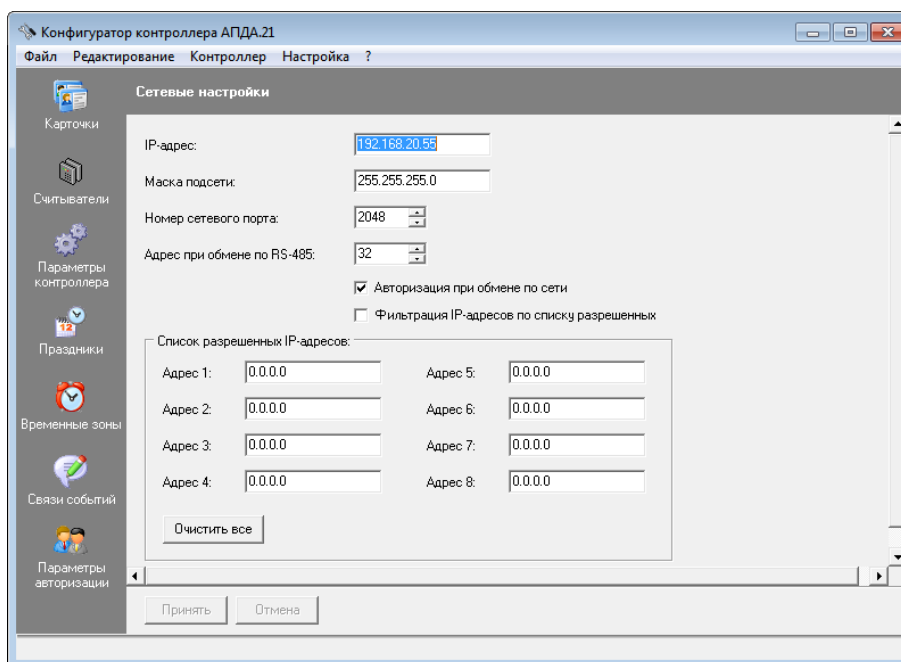

Рисунок 35 – Окно "Сетевые настройки"
- 10) Выберите пункт меню "Редактирование/Сетевые настройки". В рабочем окне программы отобразится окно "Сетевые настройки" (см. Рисунок 35).